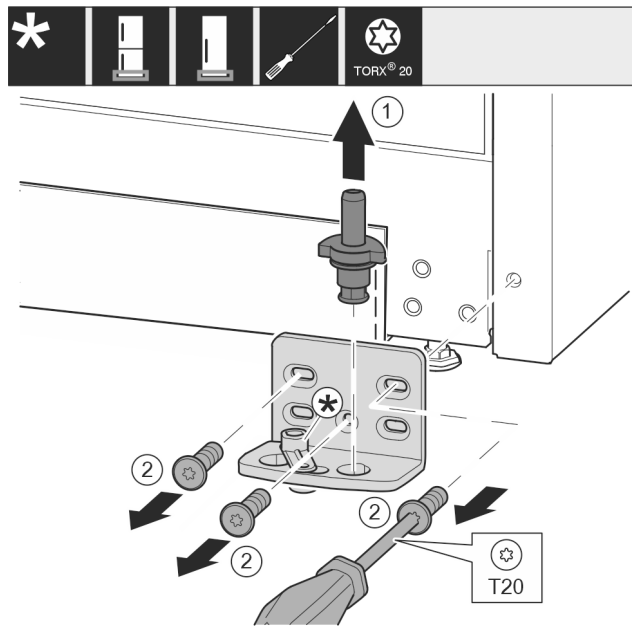

Fig. 39*
- ▶ Lagerbolzen Fig. 39 (1) komplett nach oben herausziehen.*
- ▶ Schrauben Fig. 39 (2) mit Schraubendreher herausdrehen und Lagerbock abnehmen.*